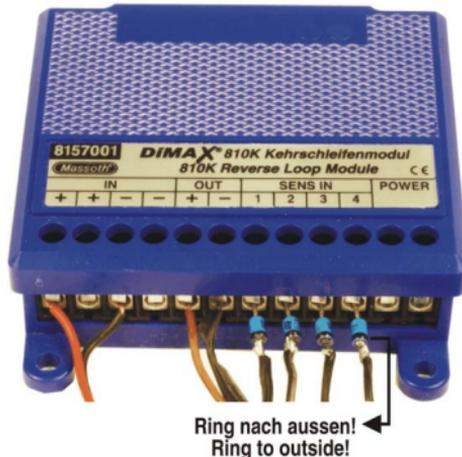

Abbildung 3: Verwendung der Dioden für höhere Störsicherheit
- Bei Verwendung der Sensorgleise im Freien muss immer auf eine einwandfreie Funktion geachtet werden. Verschmutzungen an den Trennstellen können zu Kriechströmen führen, welche dann ein fehlerhaftes Schaltverhalten erzeugen. Für eine größere Störsicherheit können sie zusätzlich die beiliegenden Dioden in die Sensorleitungen einbauen (siehe Bild 3).